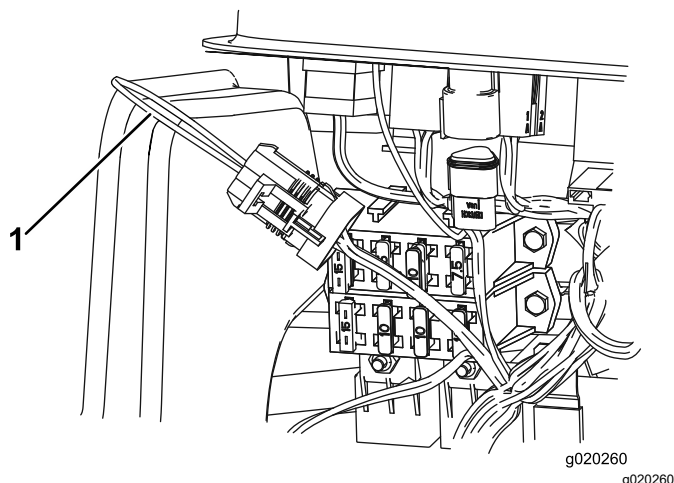

Figura 41
3. Localice el arnés de cables y el conector del bucle de prueba (Figura 41).